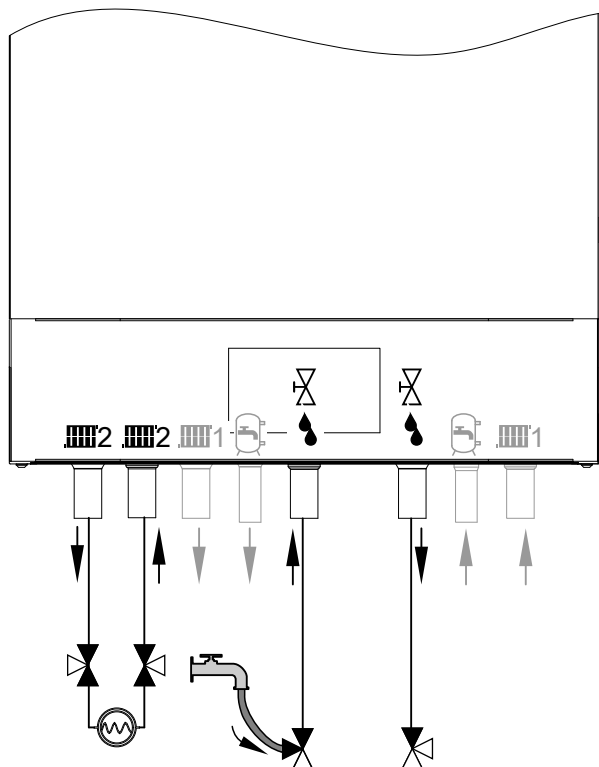

Abb. 60
Über die 3-Wege-Kugelhähne den Durchfluss zu Heiz-/Kühlkreis 2 öffnen: Siehe Abb. 60.
3. 3-Wege-Kugelhahn im Einlass Befüll- und Spülanschluss gemäß Abb. 60 öffnen.